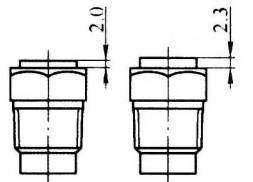

图3 壳体改进前后尺寸
1) 加长壳体翻边部分高度，即壳体翻边部分增加0.3mm，期望改变壳体变形区与传力区的分界面位置，即将壳体变形区与传力区之间的分界面抬高，使该分界面偏离壳体口部厚度突变区域，避免应力集中，防止在壳体口部厚度突变区域出现裂纹。壳体口部改进如图3所示。